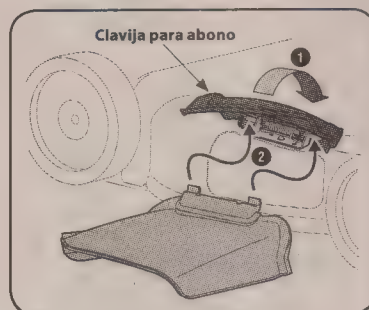

Figura 2-10
1. En el costado de la cortadora, levante el adaptador para abono. Vea la Figura 2-10.